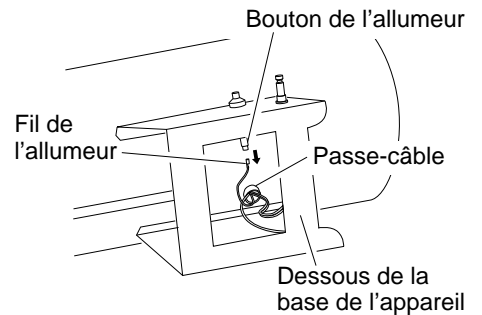

Figure 14 - Débranchement du fil du bouton de l'allumeur
2. Débrancher le fil noir du bouton de l'allumage. Le fil est accessible par le dessous de la base de l'appareil (voir la figure 14). Pousser le fil vers le haut au travers du passe-câble du corps de l'appareil.